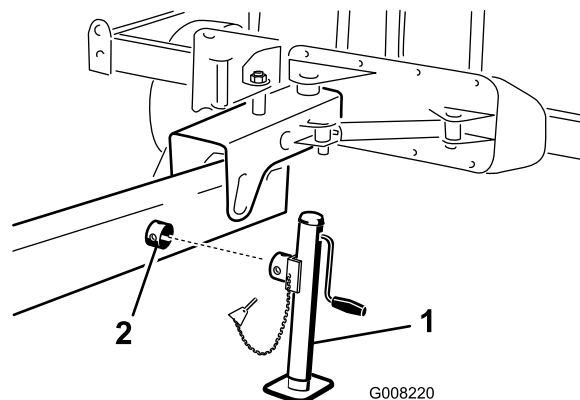

Рисунок 10
1. На стороне сцепного устройства наденьте подъемную опору на подъемную трубу (Рисунок 10).
2. Поворачивайте подъемную опору до совмещения отверстий и закрепите соединение шплинтом (Рисунок 10).